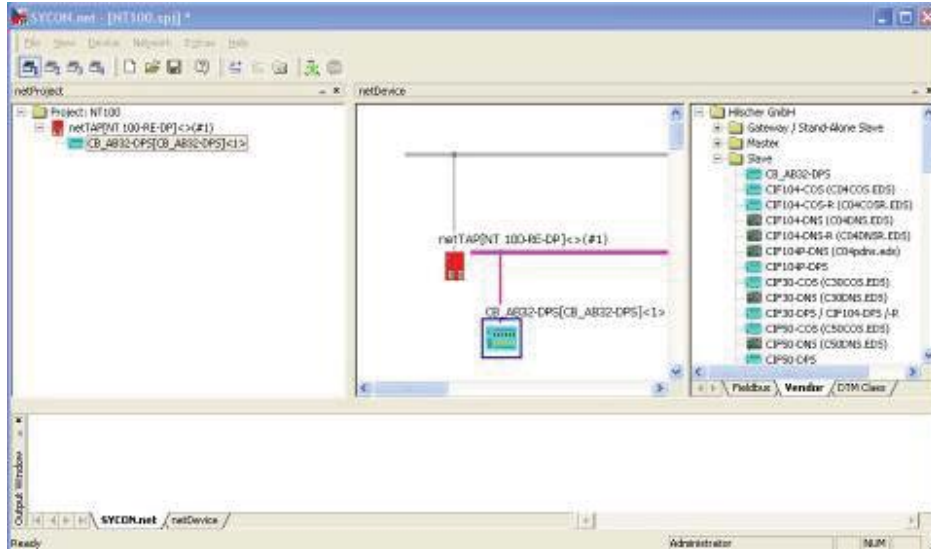

图 15
(15) 观察对话框下侧的固件下载进程提示，在 Firmware 下载完成，单击“OK”，回到配置软件主界面。将“Vendor”一栏“Slave”文件夹中的相应从站图标拖放至紫色线下方，本例中以赫优讯 PROFIBUS 从站测试板 CB\_AB32-DPS 为例，如图 15 所示：